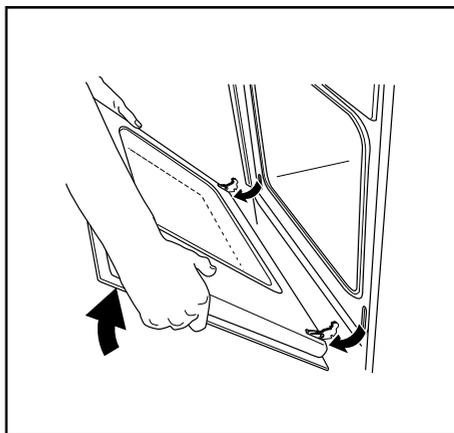

Рис. 25
3. Возьмитесь за дверцу слева и справа, и медленно поднимите ее в полужакрытое положение. После этого, осторожно потяните дверцу на себя (Рис. 25).